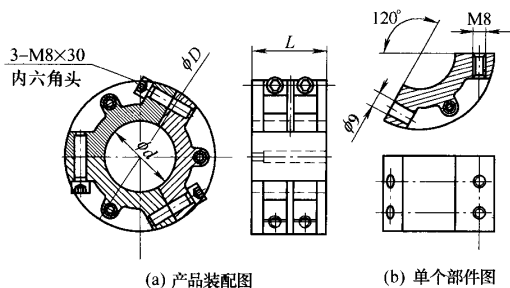
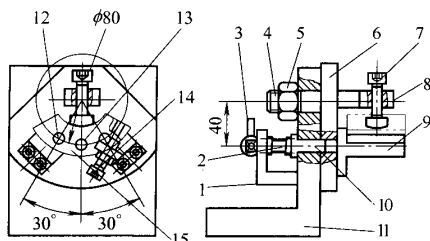

图 1
图 2
在机械加工中我们常常会遇到一些弧形工件平面的加工,例如图1,工件的主体部分由三块完全相同的弧形零部件组成。图1工件的加工要求具体如下:①弧形零部件相互接合平面需铣削及钻孔、攻螺纹。②装配后,需保证外圆 ϕD 。③需车 ϕd 内孔。
为了使加工更加精确简便,快速高效,我们根据图1的加工要求,设计了图2所示的专用工装。
见图2,工装是由弯板、夹具体、定位销三大部分组成。夹具体是由心轴、分度盘、支板、压板、压紧螺钉组成。
(1)图1中的“单个部件图”中标出两待加工平面间的夹角为 120° ,根据这一特点,我们在夹具体上配两销孔,两销孔相对心轴之间的夹角为 60° ,与在弯板中轴线上可伸缩的定位销之间成 30° 夹角。